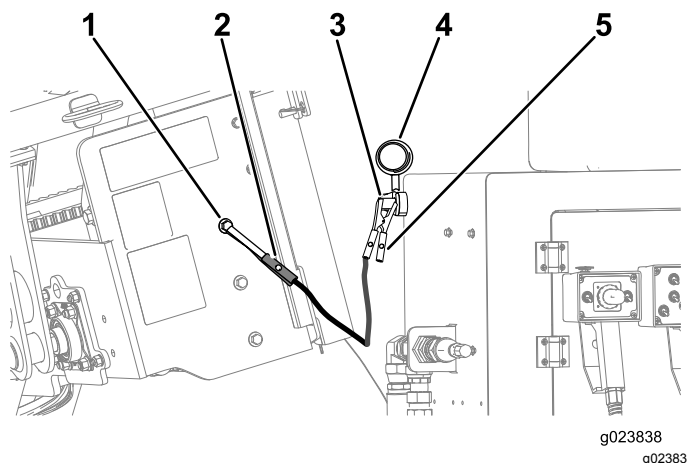

Figura 101
- Retire a tampa do terminal auxiliar (Figura 101).
- Conecte o cabo de "chupeta" positivo (+) ao terminal auxiliar (Figura 101).
- Conecte o cabo de "chupeta" negativo (-) a um ponto de aterramento, como um parafuso não pintado ou perfil do chassi (Figura 101).
- Quando o motor funcionar, solicite à outra pessoa desconectar o cabo de chupeta negativo (-) da estrutura e em seguida desconectar o cabo de chupeta positivo (+) (Figura 101).